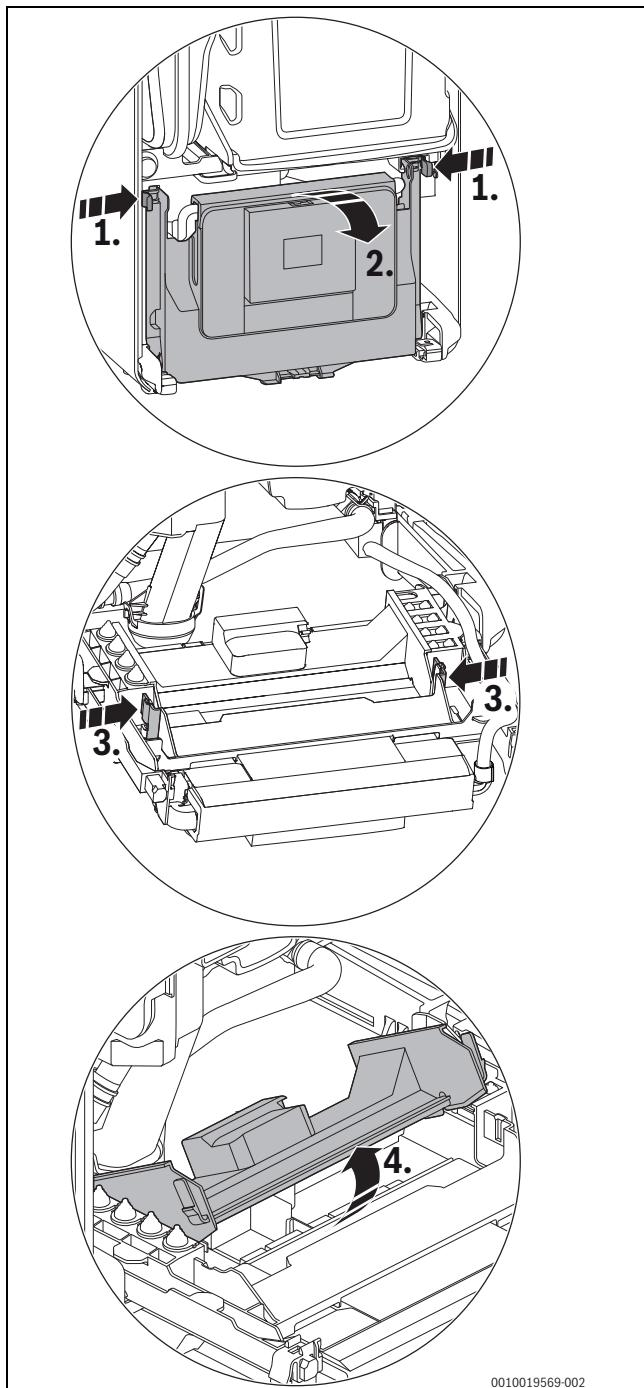

Bild 107 Abdeckung öffnen
- Steuergerät herunterklappen (→ Bild 107, Seite 53).